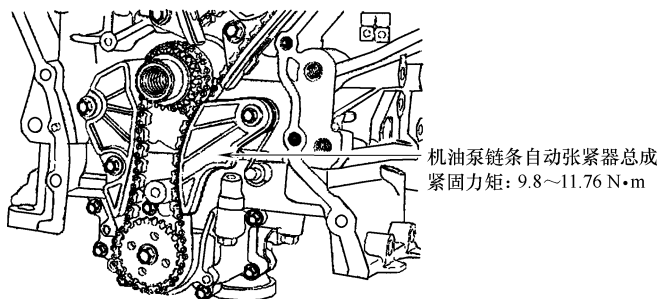

图 29-56 安装机油泵链条自动张紧器总成
17) 安装机油泵链条自动张紧器总成, 如图 29-56 所示。